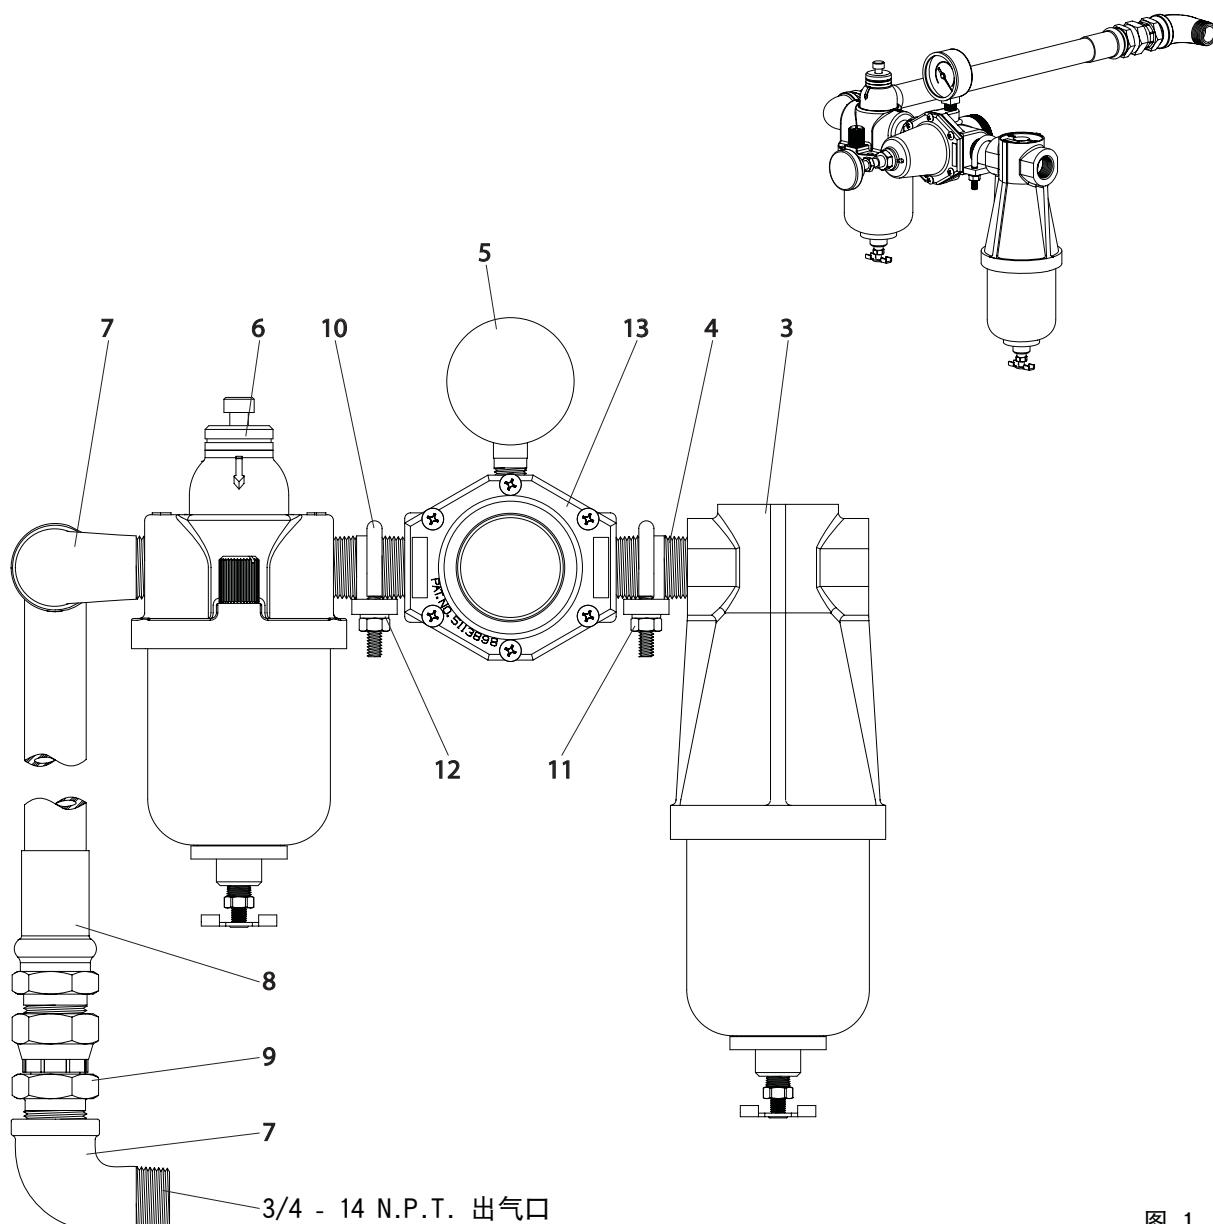
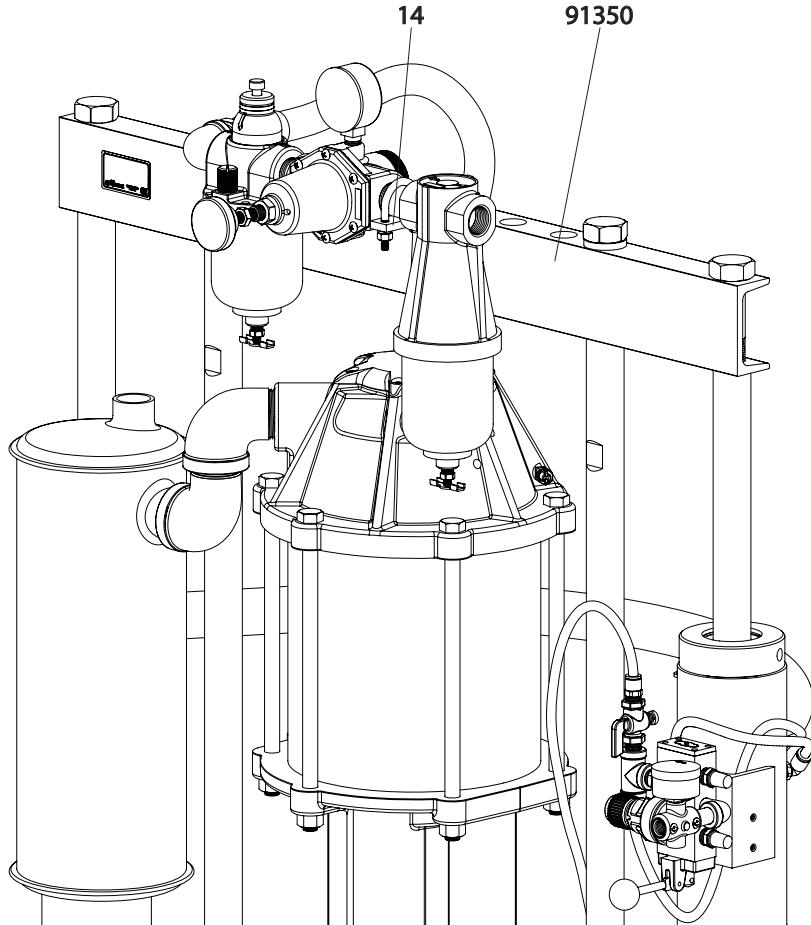

图 1
图 2
1. 将两块 (14) 安装板定位于柱式升降机安装臂上 (见图2和3)。
2. 用四个 (15) 有头螺钉和四个 (12) 锁紧垫圈将安装板固定到安装臂顶部的四个孔中。
3. 将空气集合管组件置于安装板上, 用两个 (10) “U”形螺栓, 四个 (12) 锁紧垫圈和四个 (11) 螺母紧固 (见图1和2)。
- 注: 调节器向上旋转90°, 易于观察 (5) 压力表。
4. 将 (8) 软管, (9) 旋转接头和 (7) 内外螺纹弯头连接到泵的气动马达进气口。
5. 将1/2” 内径空气管路软管连接到 (3) 过滤器上。